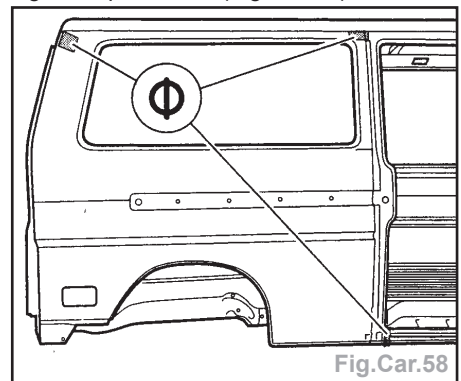

Fig.Car.58
- Effectuer la soudure en bord à bord des lignes de coupe par point sur point sous gaz de protection (Fig.Car.58).